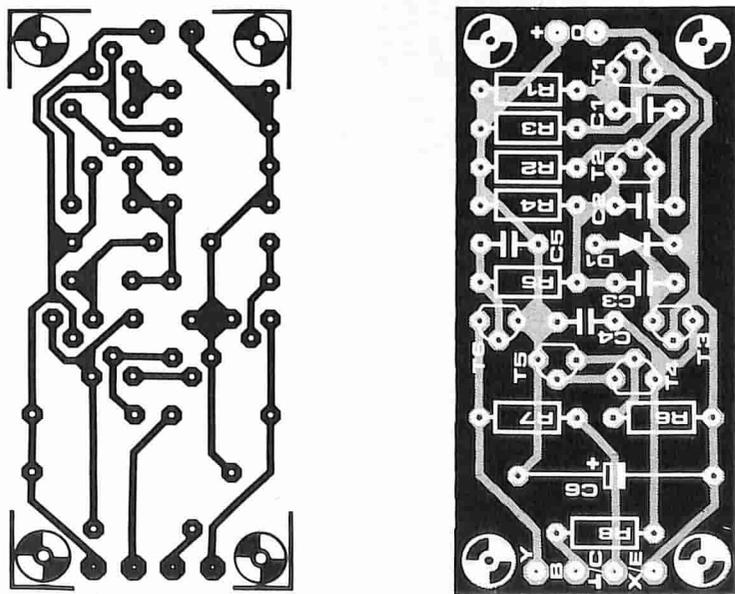

Figura 4. La basetta stampata del tracclacurve.
Come detto in precedenza, si possono provare anche i diodi. Questi vanno collegati con l'anodo ad R7 ( ) ed il catodo allo zero dell'alimentazione (X). Le caratteristiche I/U del diodo in questione appariranno così sullo schermo. La figura 4 mostra la basetta del circuito stampato. È molto compatto, e può essere montato in un batter d'occhio.
Il circuito di trigger si può vedere in figura 4. Un commutatore a tre posizioni permette di scegliere l'ingresso di trigger che si
Figura 4. Il circuito di trigger, che ricava gli impulsi  $u_{tr}$  dall'ingresso analogico "trigger source". La corrispondente basetta stampata contiene anche il controllo "trace distance", P2, dato che esso ha per caso la posizione corrispondente a questo punto, sul pannello frontale.
Figura 5. La "basetta del trigger" (EPS 9969-2). Tutti i componenti di figura 4, fatta eccezione per S2 e C1, sono montati su questa basetta. Il LED D2 va montato dal lato rame del circuito stampato.